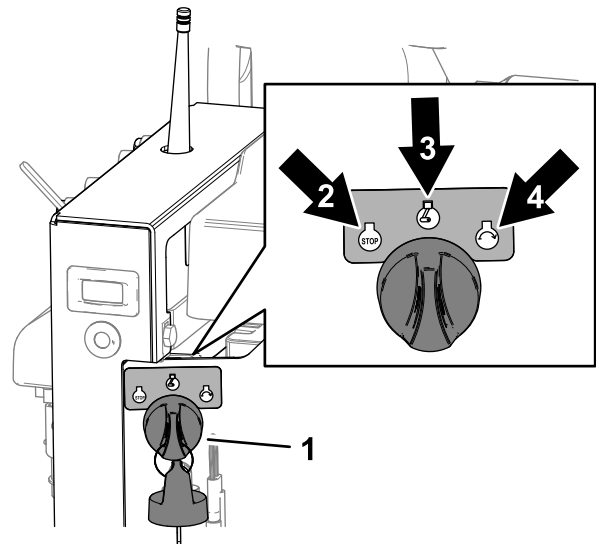

Figure 56
1. Tournez la clé en position ARRÊT (Figure 56).